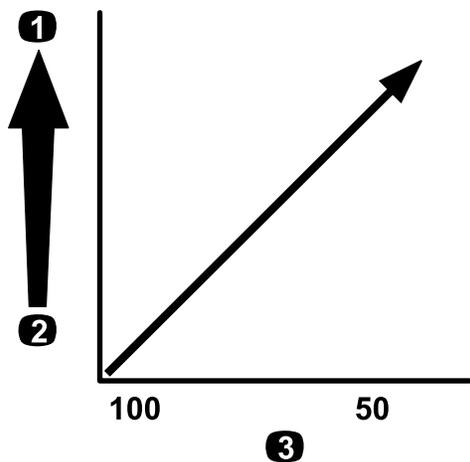

Figura 24
**Importante:** Cuando se fumiga con productos químicos de mayor viscosidad (más espesos) o soluciones de polvo humedecible, puede ser necesario utilizar una malla de filtro más abierta para el filtro de boquilla opcional; consulte la Figura 24.